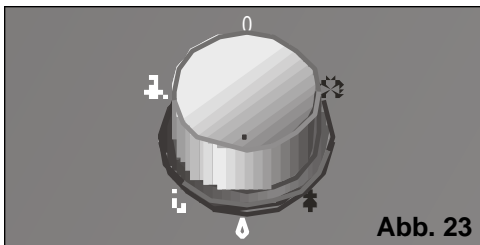

Abb. 23
- Stellen Sie am Funktionswahlschalter den Entfeuchtungsbetrieb ein, **Abb. 23**.